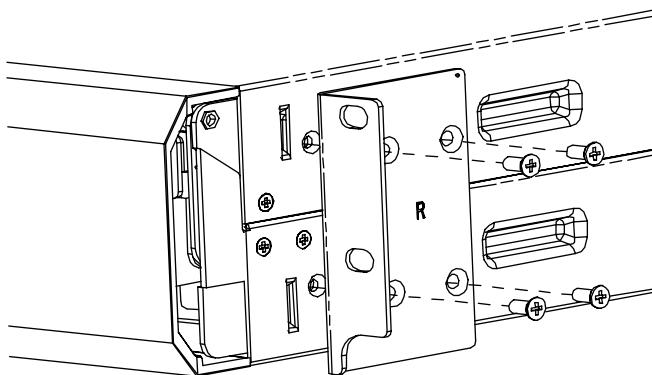

Рис. 4. Крепление монтажного кронштейна (правая сторона)
6. Теперь закрепите пары монтажных кронштейнов, входящих в комплект поставки, на боковых частях ИБП и внешних батарей (если используются) в соответствии с рис. 4. Кронштейн с буквой «L» должен находиться слева, с буквой «R» — справа.